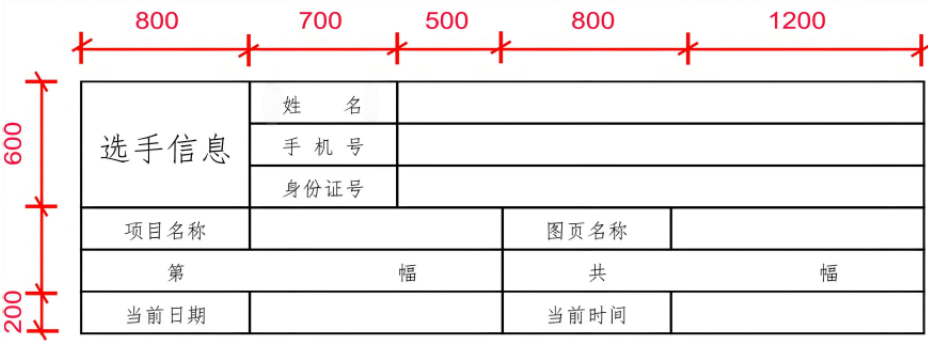

图 5 动态标题栏
- 1、在原理图模板文件 tv_muban 中，绘制图 5所示的动态标题栏，标题栏位于图纸右下角，要求：设置图纸大小为适合尺寸（可选 11.7nch*8.25inch 或者 8.26inch*5.82inch），水平放置，标题栏边框及文字均为黑色，字体采用仿宋，文字大小以能够合适填入对应区域为宜。